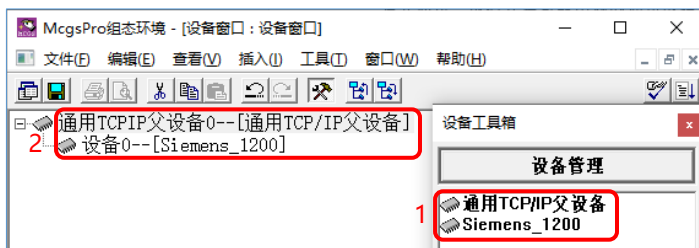

图 2.9-2 添加设备驱动
- ② 在设备窗口中依次添加“通用 TCP/IP 父设备”和“Siemens\_1200”驱动，如图 2.9-2 所示；